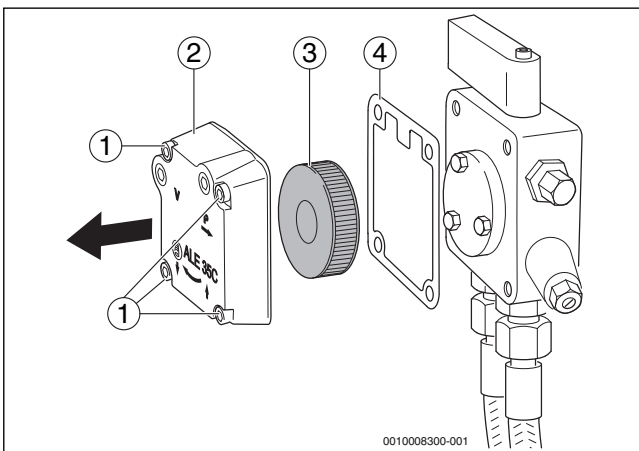

Fig. 28 Comprobación del filtro de la bomba de gasóleo – Bomba de gasóleo de Suntec
- ▶ Suelte los cuatro tornillos de cabeza hexagonal (→fig. 28, [1]).
- ▶ Extraer la tapa de la carcasa (→fig. 28, [2]).
- ▶ Extraiga el filtro de la bomba de gasóleo (→fig. 28, [3]).
- ▶ Compruebe si la junta (→fig. 28, [4]) está deteriorada y sustitúyala en caso necesario.
- ▶ Limpie el filtro de la bomba de gasóleo (→fig. 28, [3]) con gasolina de lavado y, si fuera necesario, sustitúyalo y móntelo de nuevo en la bomba de gasóleo.